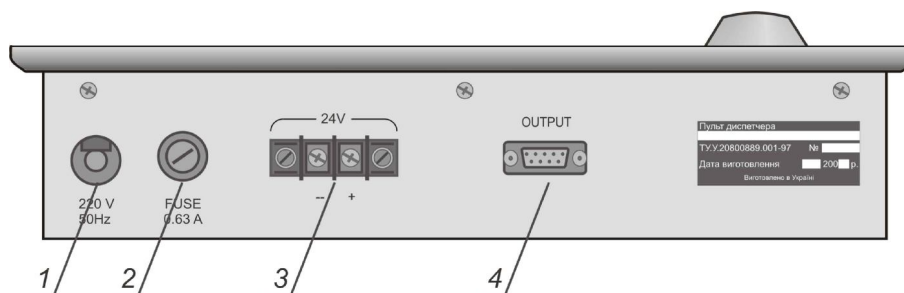

Рисунок 2
9.2 Розміщення органів комутації на задній панелі пульта диспетчера наведено на рис. 2.